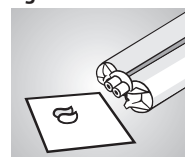

Fig. 3
L'applicazione della resina avviene con l'aiuto del sistema Automix2 (Fig. 2). Dopo l'inserimento della cartuccia nella pistola-dispenser, togliere la chiusura della cartuccia. Spingere fino a fare uscire una piccola quantità di materiale uniforme da ambedue le aperture (Fig. 3). Inserire la cannula di miscelazione sulla cartuccia osservando le guide poste su di essa. Bloccare girando l'una contro l'altra (Fig. 4). Il dosaggio adesso può avvenire individualmente. Dopo l'uso lasciare la cannula di miscelazione sulla cartuccia fino al prossimo impiego. Utilizzare esclusivamente le cannule di miscelazione 1:1 blu courts!
- Per garantire una miscela omogenea: Prima dell'inserire la cannula di miscelazione, **sempre** fare uscire una piccola quantità di materiale, fino ad ottenere un **flusso omogeneo** de la base e del catalizzatore **dalle due aperture** della cartuccia (Fig. 3).